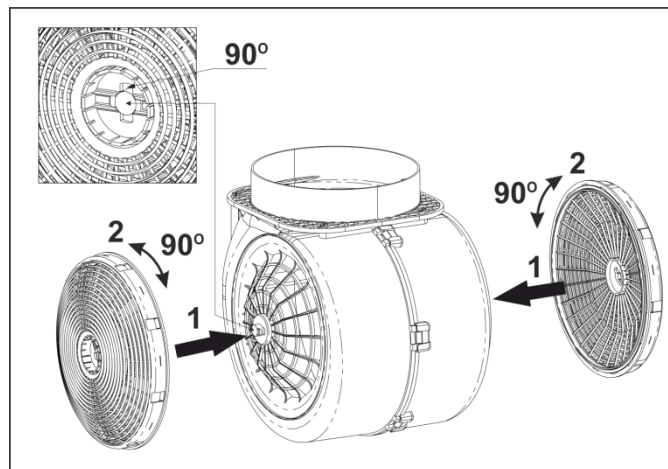

Рис.10
8.7 Вугільні фільтри (купуються окремо), що використовуються при режимі рециркуляції **слід замінювати кожні 3 – 6 місяців** в залежності від експлуатації витяжки. Фільтри встановлюються на **Т-подібному** штирі кришки турбовентилятора шляхом осьового підтиску і повороту по часовій стрілці (рис. 10).